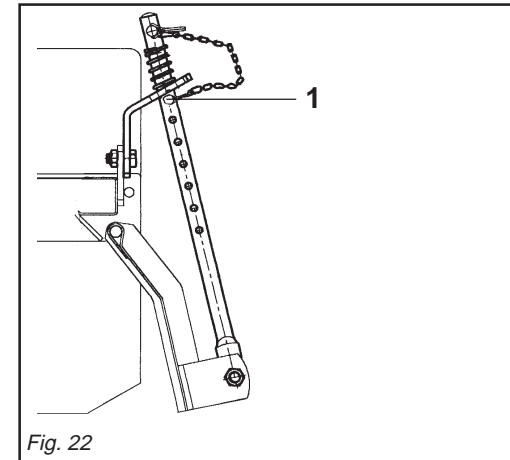

Fig. 22
- 3) Nel caso che la macchina sia dotata di martinetto antiribaltamento posizionare il perno come in figura (1 Fig. 22).
- 3) If the machine has a safety ram, position the pin as shown in the figure (1 Fig. 22).
- 3) Falls die Maschine mit einem Hydrozylinder gegen Umkippen ausgerüstet ist, muss der Bolzen wie in der Abbildung (1 Abb. 22) gezeigt angeordnet werden.
- 3) Si la machine est dotée d'un vérin anti-retournement, placer l'axe comme indiqué dans la figure (1 Fig. 22).
- 3) Si la máquina posee cilindro antivuelco posicionar el perno como se ve en la figura (1 Fig. 22).